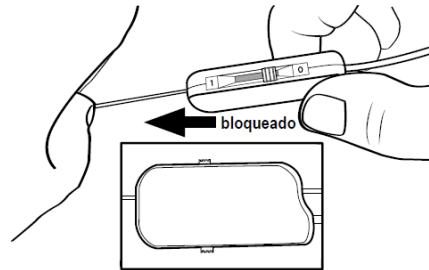

Figura 9. Sujeción del electrodo de ECP en el conector del cable de estimulación intraoperatoria 1x8
5. Asegúrese de que la palanca de bloqueo situada en el conector del cable de estimulación intraoperatoria se encuentre en la posición abierta (0).
6. Con el estilete del electrodo en su posición, deslice el cable de estimulación intraoperatoria en el extremo proximal del electrodo de ECP (Figura 9). Asegúrese de que el electrodo de ECP esté totalmente insertado.
Nota: El estilete del electrodo se extenderá a través del orificio negro del conector del cable de estimulación intraoperatoria cuando el electrodo de ECP esté insertado como se muestra en Figura 9.
7. Sujete el electrodo de ECP en su posición. Deslice la palanca de bloqueo en la posición de bloqueo (1) (Figura 9).